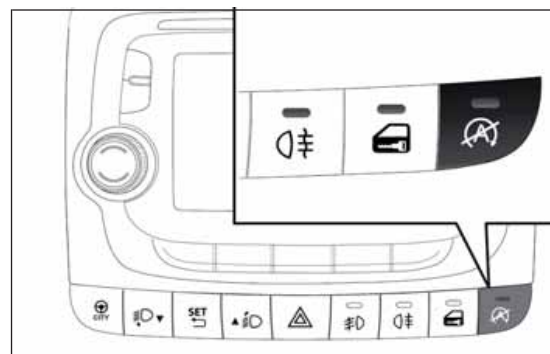

Abb. 110
Um das System manuell zu aktivieren und zu deaktivieren, die Taste (A) Abb. 110 drücken (am Schaltpult auf dem Armaturenbrett).